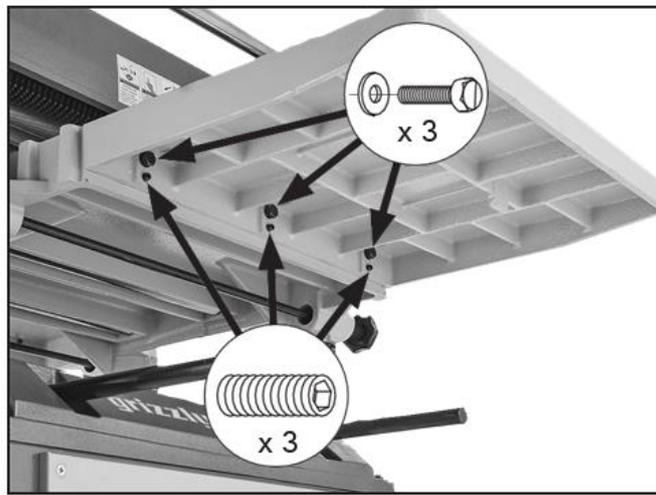

Рисунок 9. Установка расширителей стола.
3. Ввинтите установочные винты в каждый расширитель (см. рисунок 9).